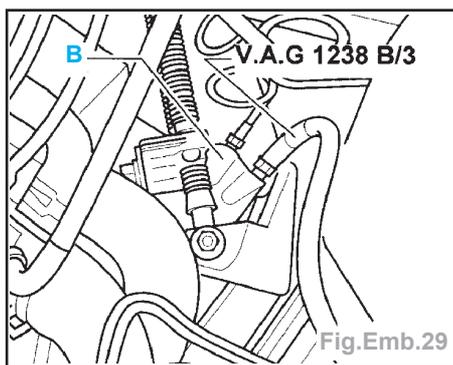

Fig.Emb.29
- Engager le flexible de purge (B) dans la valve de purge du cylindre récepteur et ouvrir la valve (Fig.Emb.29).